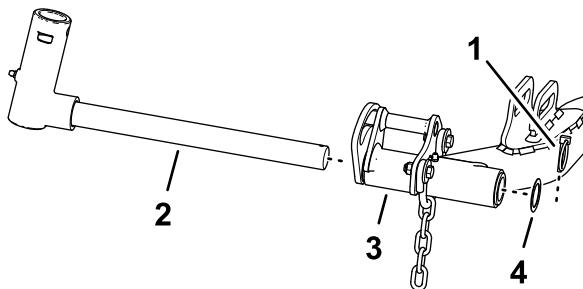

图 25
1. 拆下将轴轭固定至提升臂的保险销和垫圈将轴滑出提升臂 图 25。